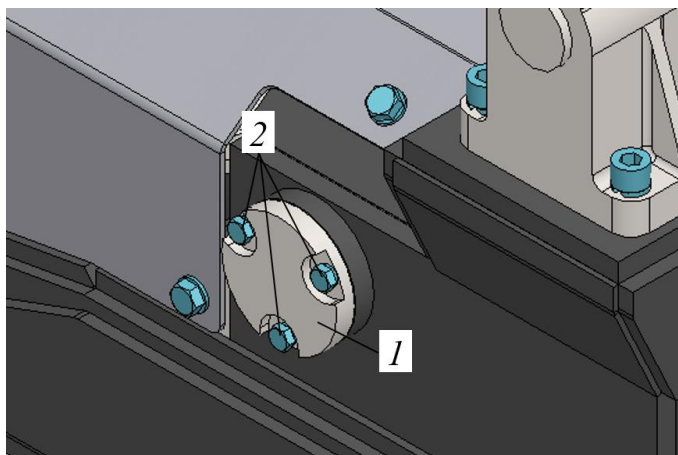

Рисунок 5.77. Крышка на раме гусеничной тележки
- ▶ Очистить защитную крышку 1 и прилегающую к крышке область от загрязнений, рис. 5.77.
- ▶ Выкрутить 3 винта крепления крышки 2, снять крышку 1, рис. 5.77.